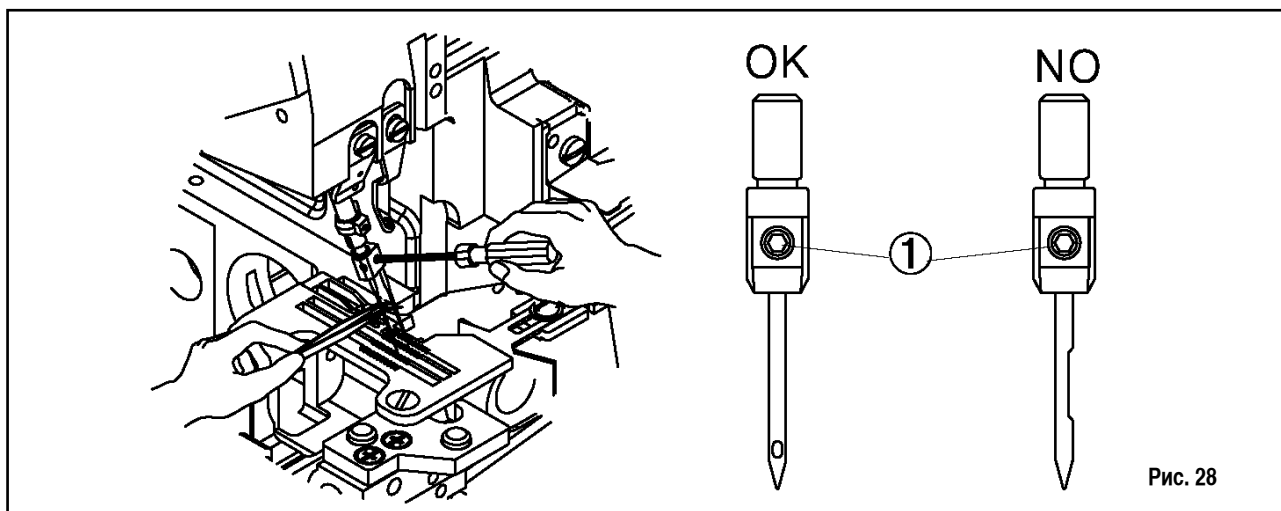

Рис. 28
1. Используйте иглу DC x 27 или эквиваленты. (Рис. 28)
2. Ослабьте винт ① и удалите старую иглу.
3. Вставьте новую иглу длинным желобком иглы к себе в отверстие для иглы до упора и затяните винт ①.